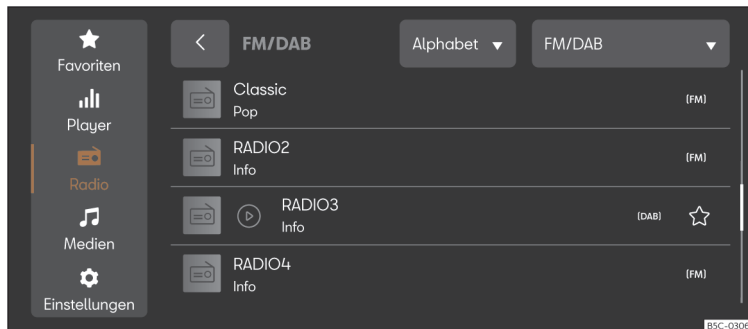

Abb. 160 Schematische Darstellung: Ansicht Radio.
- Drücken Sie **MENÜ** > > > > (Abb. 160).